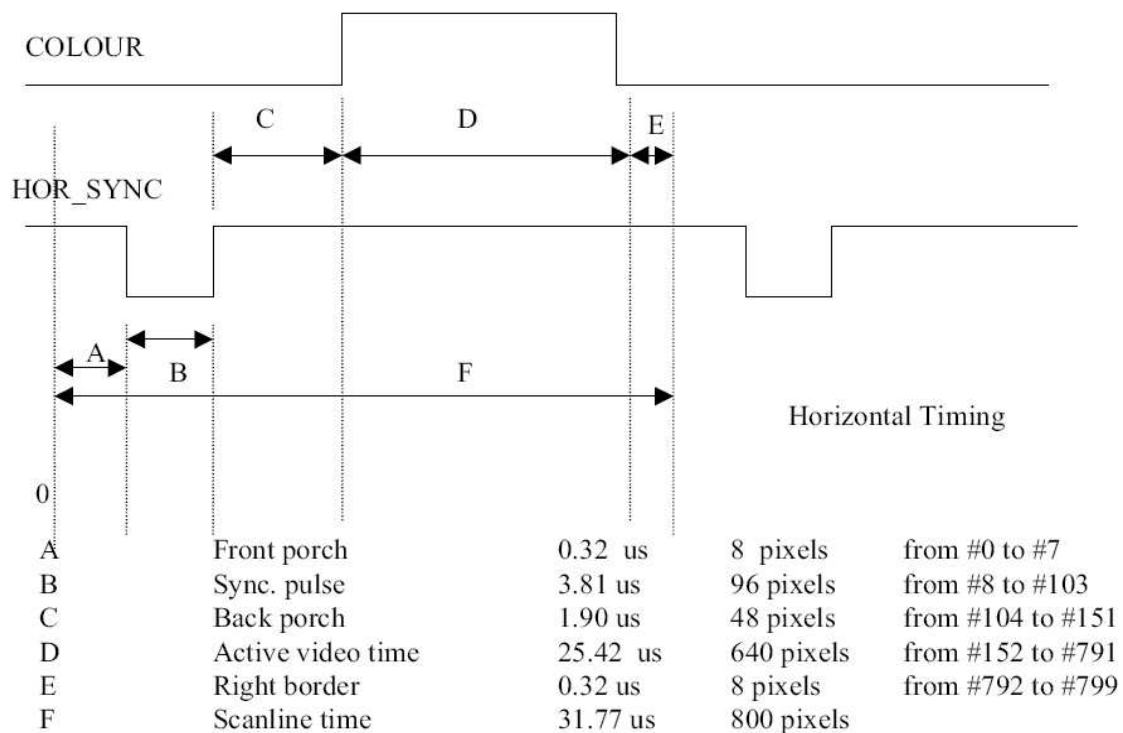

Figure 2 : signal de synchronisation horizontale
La trame VGA est découpée en 525 lignes de 800 pixels et seulement 480 lignes de 640 pixels sont visibles à l'écran. Le reste des lignes et des pixels sont utilisés pour la synchronisation comme le montre les figures 2 et 3. Le signal HOR_SYNC pour la synchronisation horizontale et le signal VER_SYNC pour la synchronisation verticale.
- Tester les valeurs de `c_h` et `c_v` afin de générer les signaux de synchronisations horizontal et vertical comme spécifié sur les figures 2, 3 et 4.